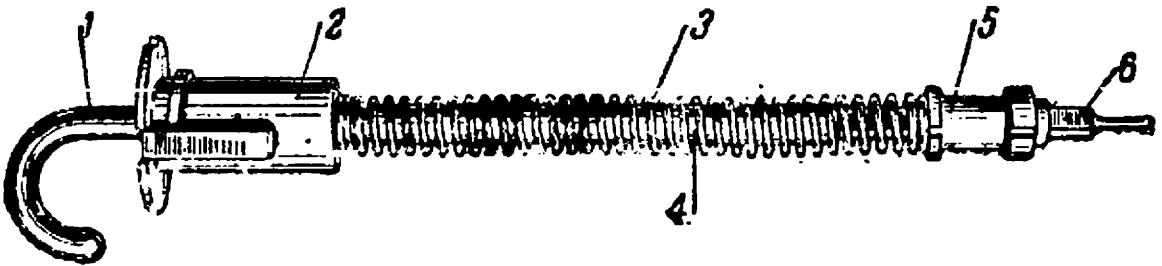

Рис. 29. Ударный механизм:
41. Ударный механизм (рис. 29) состоит из ударника, соединительной муфты, ограничительной трубки, боевой пружины, муфты бойка и бойка.